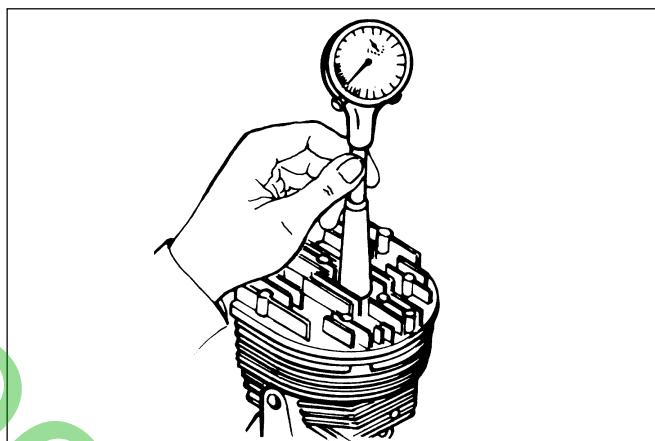

Fig. 20
- Enlever la bougie, engager une règlelette mince qui touche la surface du piston, mettre une règle sur le sommet du cylindre (un outil spécial est disponible pour cette opération, voir Fig. 20).